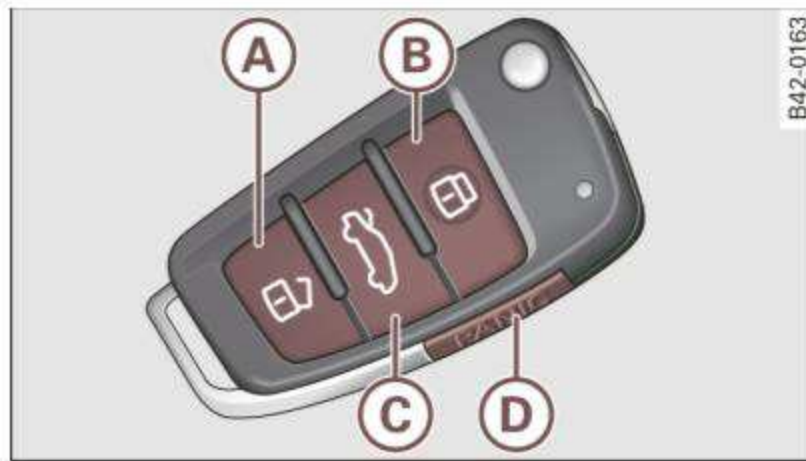

Fig. 31 Remote control: function buttons
- Press button **A** once ⇒ fig. 31.